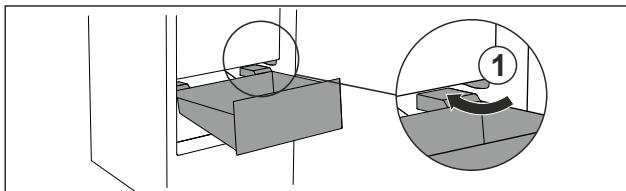

Fig. 60
- Обойдите стопор Fig. 60 (1) выдвижного ящика под наклоном.